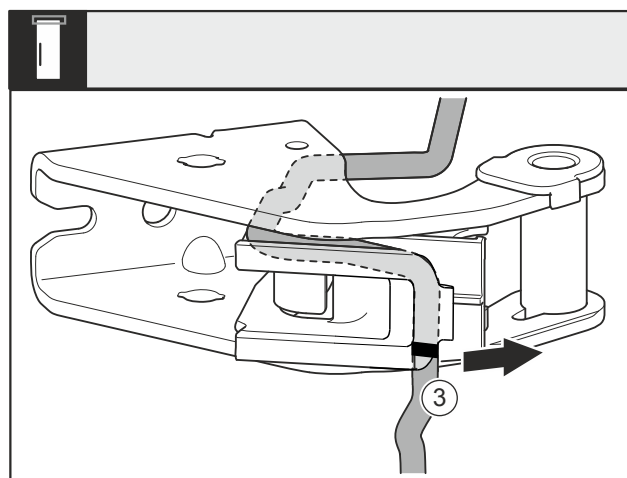

Fig. 28
- ▶ Desmonte el cable con el portacables Fig. 28 (3) del soporte del cojinete.